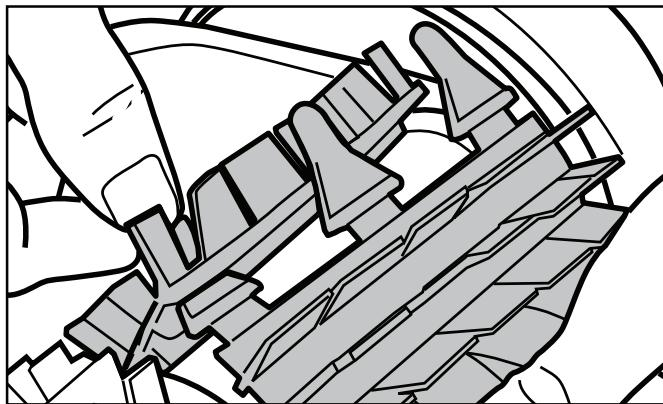

Figura 21. Pasar las lengüetas por cada ranura
3. Inserte cada lengüeta en la ranura provista e intodúzcalo cuidadosamente hasta que salga el talón al otro lado de la ranura (Figura 21).